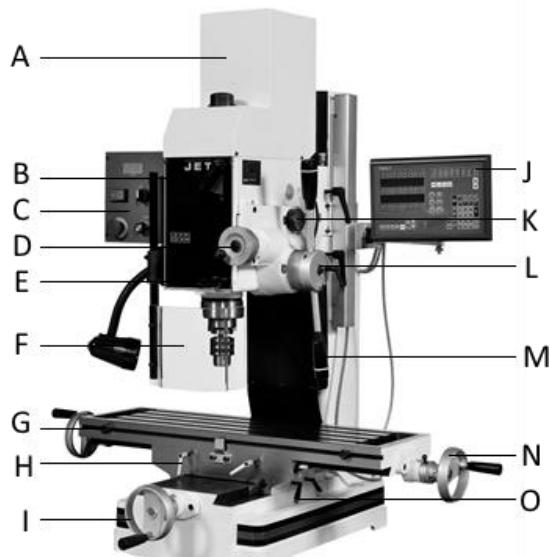
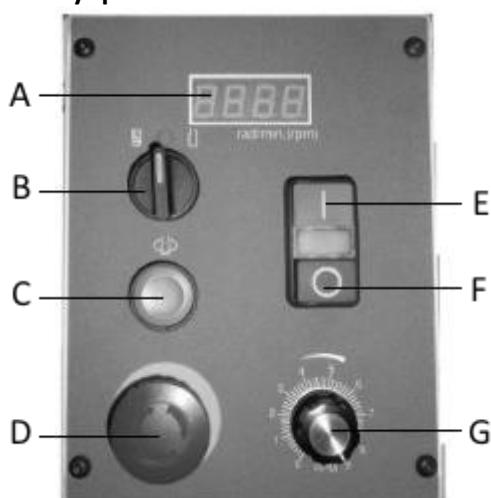

Рис.1
Рис.4
- Поверните переключатель (B, рис.4) в положение для сверления.
- Нажмите кнопку (E) для запуска шпинделя.
- Используйте ручку (G, рис.4) для установки желаемой скорости. Значение скорости можно увидеть на экране.
- Опускайте узел шпинделя вниз используя ручки (M, рис.1) для сверления заготовки.
- Нажмите кнопку (F, рис.4) для остановки вращения шпинделя.
- При аварийной ситуации нажмите кнопку аварийной остановки (D, рис.4) для полной остановки станка.
- Установите скорость автоподачи рукояткой (K, рис.1) и скорость вращения шпинделя в соответствии с режимом резания
- Ослабьте винт (L, рис.1) и поворачивая шкалу нониуса, установите требуемую глубину сверления. Затяните винт.
- Включите станок. Отклоните ручку подачи пиноли (M, рис.1) для включения автоподачи.
- Поверните переключатель (B, рис.4) в положение для нарезания резьбы.
- Зафиксируйте положение пиноли рукояткой (E, рис.1)
- При продольном фрезеровании закрепите стол в поперечном положении фиксаторами (O, рис.1)
- При поперечном фрезеровании закрепите стол в продольном положении фиксаторами (H, рис.1)
- Подавайте заготовку под фрезу, используя маховики (N и I, рис.1)
Регулировка скорости в пределах выбранного режима производится ручкой (G, рис.4) на панели управления.